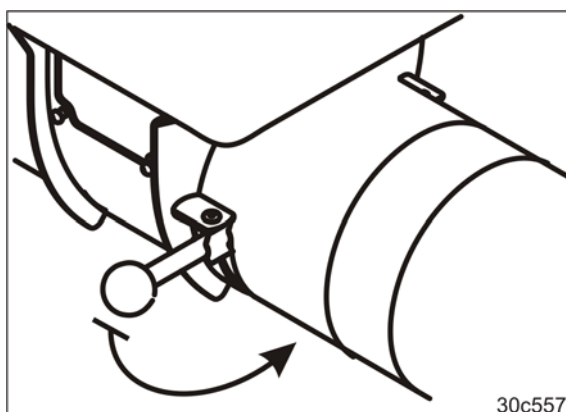

Fig. 266
3. Ouvrir les deux canaux d'injection (Fig. 266) et vidanger (voir chap. 5.7.2, en page 87).
8. Fermez la ou les trappes de canal d'injection (Fig. 266/1).